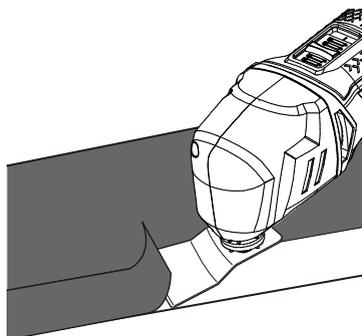

Fig. 17
- > Encienda la herramienta antes de colocar el rascador (7) sobre la pieza de trabajo.
- > Mueva el producto hacia delante a una velocidad constante (Fig. 17).